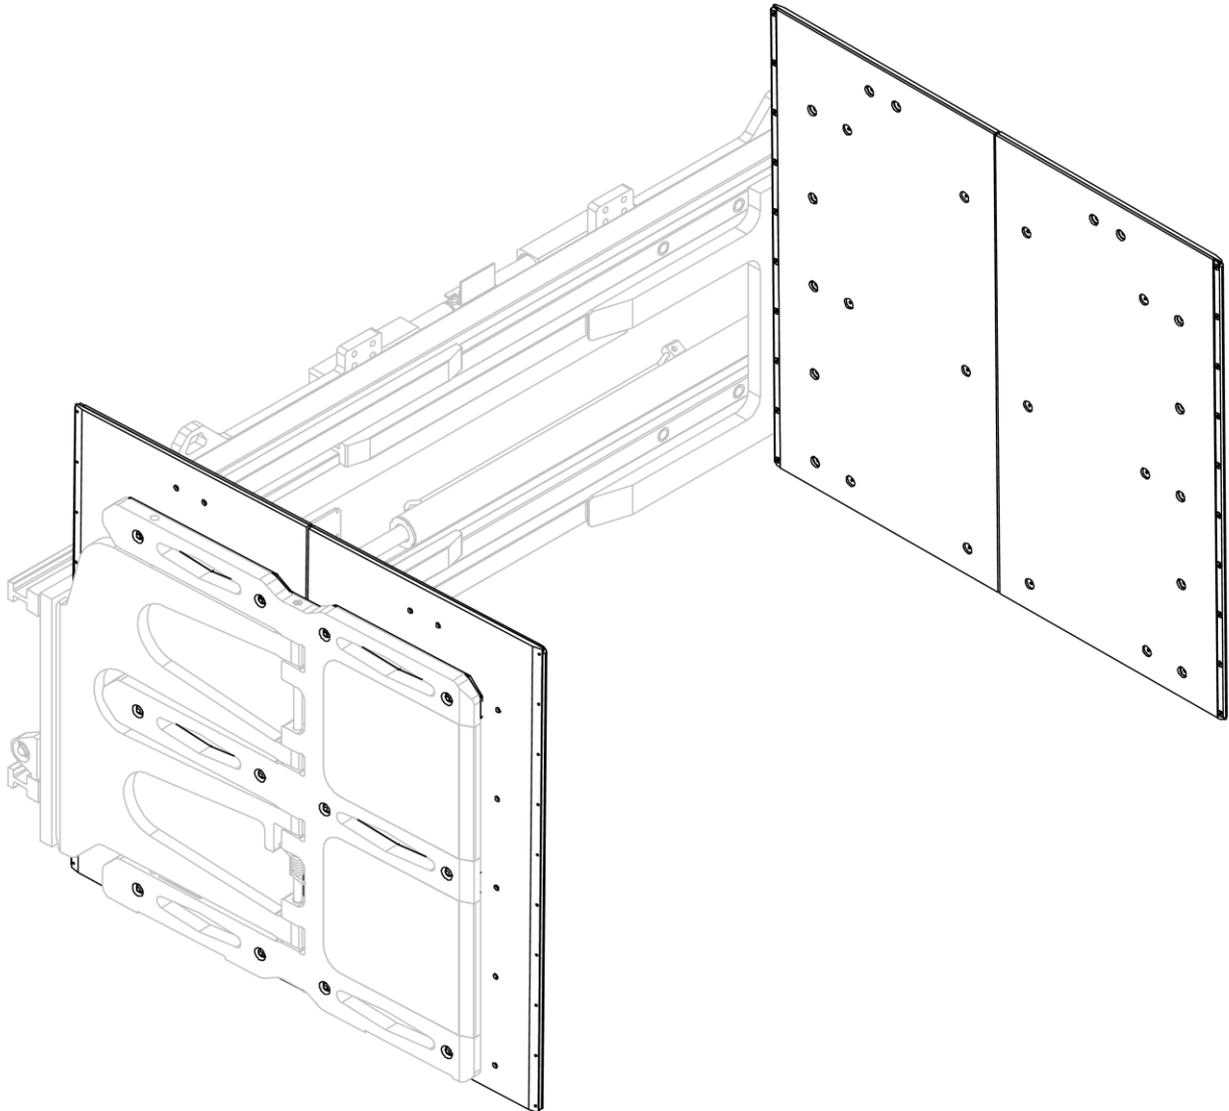

Abbildung 29
3. Prüfen Sie, ob die Klappen und die Abstandhalter blockiert sind (siehe *Abbildung 29*).